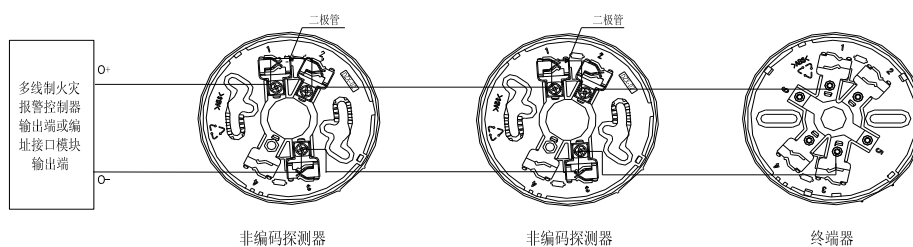

图 5 系统构成图
- 1) 当终端器作为探测器底座使用，即在此终端器上安装非编码探测器时，其系统构成图如图 5 所示。